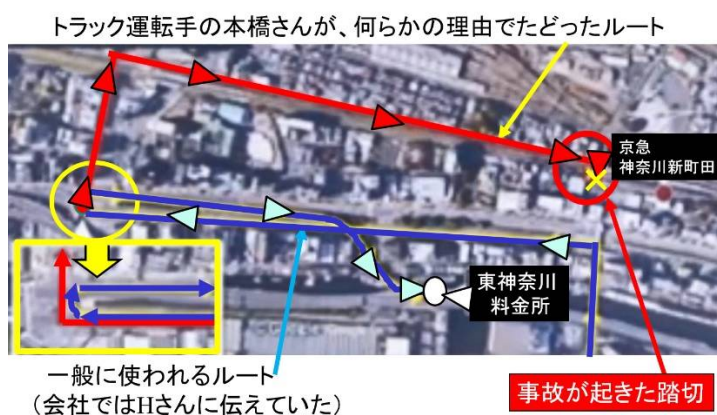

図2-2 京急・トラック衝突脱線時に至るトラックのルート
- (b) H 氏は 5 日午前 4 時に千葉県香取市の会社に出勤後に横浜の取引先に向かいました。ここでグレープフルーツやレモン、オレンジ 660 ケースを積み込み、5 日の 11：30 頃に出発（事故が起きた踏切から東南へ約 800m 離れた倉庫）、高速道路を利用して、千葉県成田市内に運ぶ（5 日の 13：00 着）の予定でした（①：記入欄（以下、番号のみ記載します））。
- (c) H 氏は、通常国道 15 号を通る予定だったそうです。だが、道を間違ったか？今回、事故のもとになった先端が図 2-2 中の赤い線に示した 3m の狭小（トラックとの両端は 30 cm 程度）の道路に入りました。道路には、アンダーパス（高さ制限を示す）と、途中に一方通行の標識がありました（②）。H 氏はこの道路で時速 5～6 km 程度で運行、トラックの屋根が道路に出た木の枝にこすられ、キーキーと音を立てていました（③）。さらに、道路を左折する際、内輪差が問題となり（④）、左折には 20 分程を要した結果、断念、踏切がある右折側に切り替えました。だが、ここでも、時間を要し、道路案内標識を倒しながらトラックを右折させました。
- (d) 事故に関与したトラックは 13 トン、車高 3.8m、長さ約 12m、運転席の車両幅 2.5m でしたが、大型車用のドライブレコーダーとバックモニターの搭載はない車両でした（⑤）。これが、関与してか？は不明ですが、今までこの通路に入ったトラックは必ずバックしていました。だが、今回の運転手 H 氏は、道路をバックする行動を採らずに進みました。